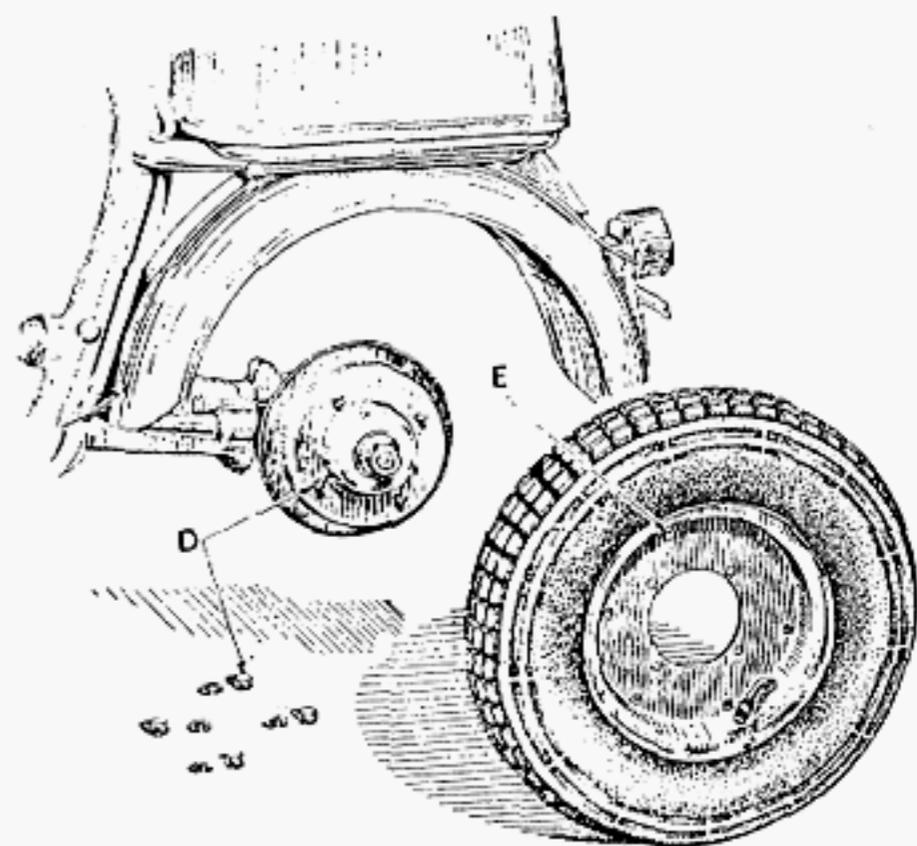

Fig. 6
Per staccare i cerchioni dal mozzo (sia per la ruota anteriore che per la posteriore) svitare i quattro dadi (D) che si trovano sul lato della valvolina dell'aria (fig. 6); per smontare i pneumatici, dopo smontate le ruote, svitare i sei dadi (E) che uniscono le due metà del cer-